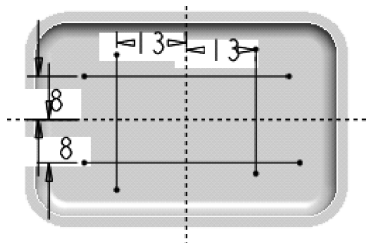
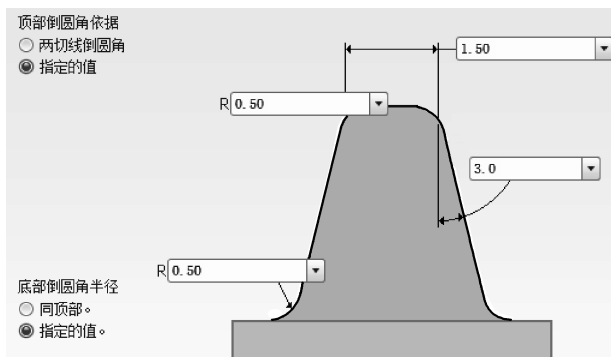

图 7-49 定义轨迹
图 7-50 定义轨迹筋的截面形状和大小
(1) 打开文件 “liti7-5. prt”。
(2) 单击【工程特征】工具栏中的【轨迹筋】按钮, 在消息区弹出【轨迹筋】操控板。
(3) 单击【放置】按钮, 弹出【放置】下滑面板, 单击【草绘】收集器后的【定义】按钮, 弹出【草绘】对话框。
(4) 选择 “DTM1” 基准面作为草绘平面, 其余使用默认设置, 单击【草绘】按钮, 进入草绘界面, 草绘轨迹曲线, 如图 7-49 所示。
(5) 完成草绘后, 单击【草绘器按钮】工具栏中的【完成】按钮回到建模界面。
(6) 在对话框中单击【添加拔模】按钮, 【在内部边添加倒圆角】按钮和【在暴露边添加倒圆角】按钮, 使其处于按下状态。
(7) 单击【形状】按钮, 弹出【形状】下滑面板。用户可以在其中定义轨迹筋的截面形状和大小, 如图 7-50 所示。